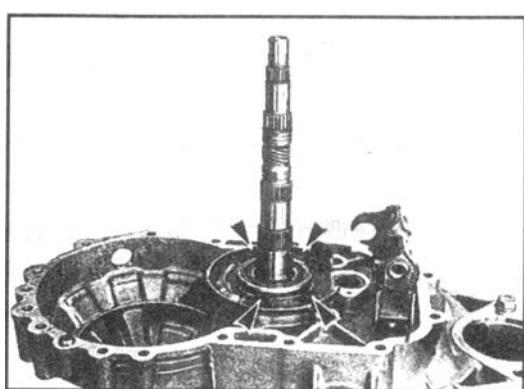

图 4-64 调整输出轴 (二)
(2) 插入已装好的输出轴总成，放上轴承座，并用 40N·m 的力矩拧紧，如图 4-64 所示。
(4) 旋下轴承挡板螺栓，拿下输出轴，见图 4-64。